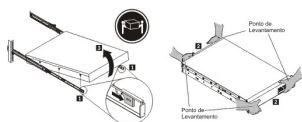

Figura 20. Destravando e Girando a Frente do Dispositivo
**Nota:** Certifique-se de que duas pessoas levistem o dispositivo com as mãos posicionadas conforme ilustrado pelo número **2** na Figura 20 na página 52.
1. Destrave e gire a parte frontal do dispositivo conforme mostrado na Figura 20 na página 52.